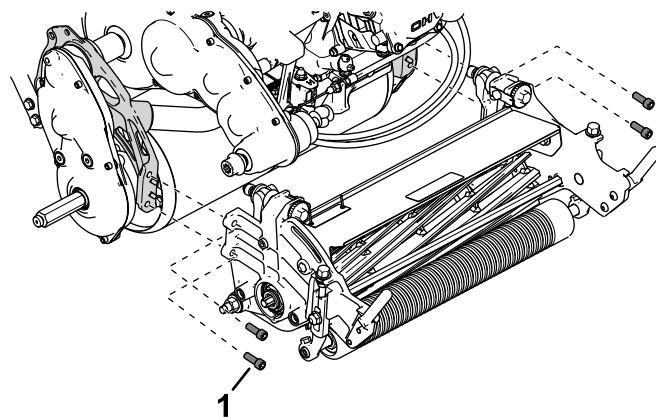

Figura 4
3. Montate l'apparato di taglio sulla macchina con 4 viti a testa incassata (Figura 4).